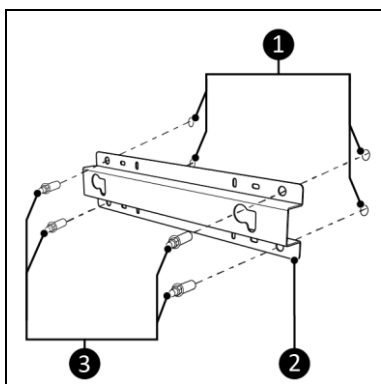

Figure 12
4. Placez le support contre le mur et marquez les quatre trous (figure 12, pos. 1). Veillez à placer le support en position verticale (voir l'étiquette « Ce côté vers le haut » sur le support).
5. Percez quatre trous aux endroits marqués (figure 12, pos. 1).
7. Serrez le support (figure 12, pos. 2) contre le mur avec les quatre écrous (figure 12, pos. 3).